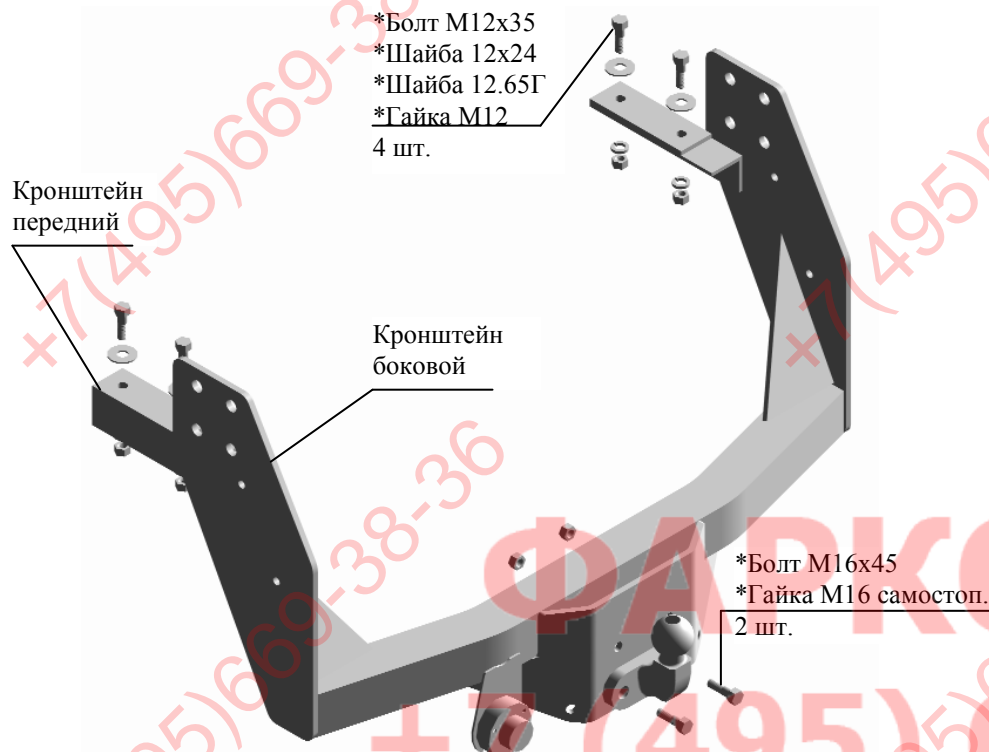

Рис.1 Тягово-сцепное устройство ТСУ Валдай К2
2.1 ТСУ 33104 Валдай в сборе (рис.1)	1 шт.
2.2. Пакет комплектующих (рис.1)